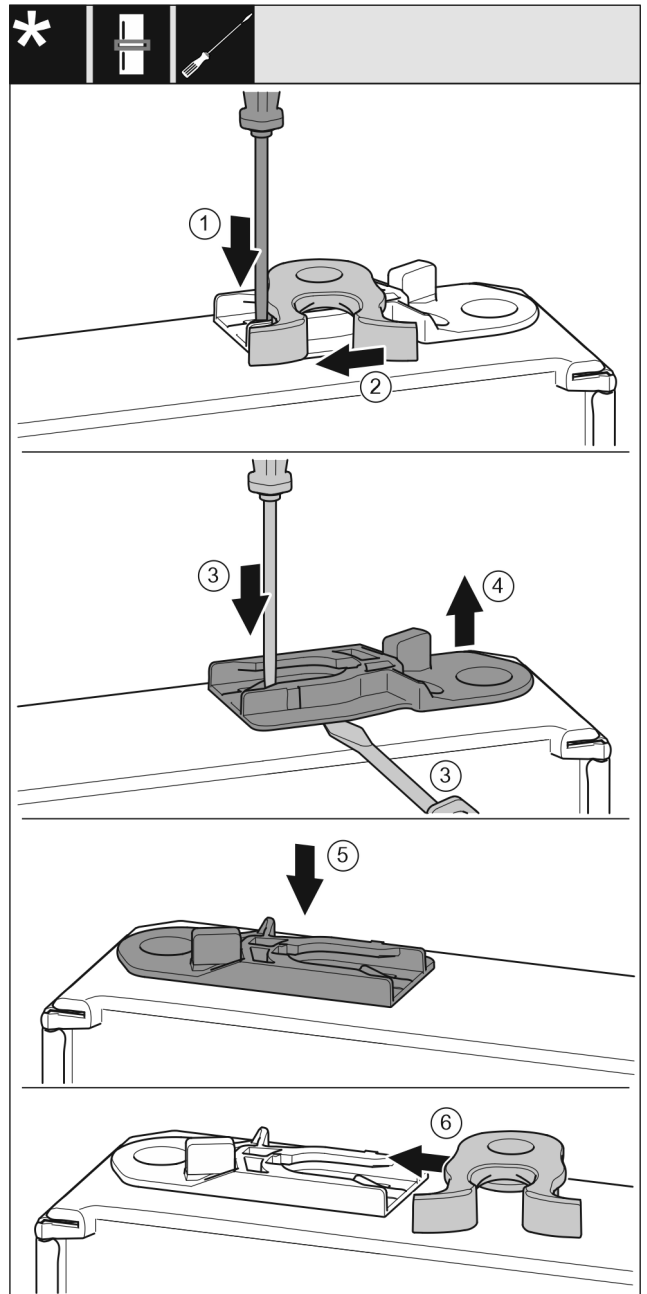

Fig. 17
- Ravnim odvijačem pritisnite jezičac prema dolje. Fig. 17 (1)
- Izvucite kuku za zatvaranje iz vodilice. Fig. 17 (2)
- Izvucite čahuru za vođenje: Ravnim odvijačem pritisnite jezičac i istovremeno umetnite ravni odvijač ispod čahure za vođenje. Fig. 17 (3, 4)
- Gurnite čahuru za vođenje koja je uključena u isporuku na drugoj strani uređaja. Fig. 17 (5)
- Gurnite kuku za zatvaranje u vodilicu. Fig. 17 (6)